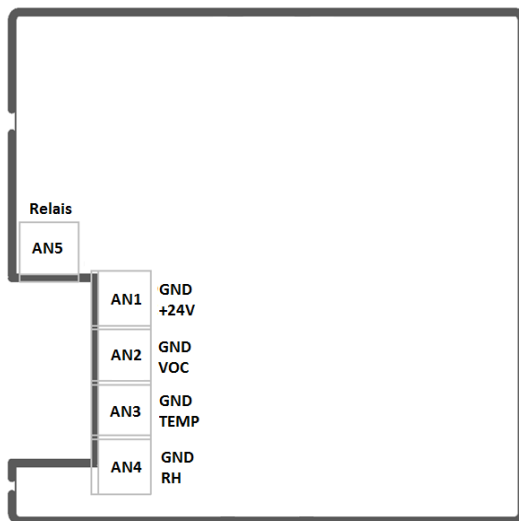

Abbildung 2 - Anschlussbelegung
8. Schließen Sie mit einem kleinen Kreuzschlitzschraubenzieher die Spannungsversorgung, evtl. Relaisausgang und die Spannungsausgänge bzw. Spannungsausgang, an. Siehe Anschlussbelegung, Abbildung 2. Die Anschlussleitungen können direkt unterhalb der Klemmverschraubungen aus dem Gehäuse geführt werden.
Vermeiden Sie statische Aufladungen und das Berühren der elektrischen Kontakte. Durch elektrostatische Entladungen kann das Gerät oder der Fühler beschädigt werden! Stellen Sie sicher, dass keine elektrische Spannung auf den Leitungen angelegt ist. Schließen Sie die Spannungsversorgung (14...27 V DC) an der Schraubklemme AN1 an. Siehe Anschlussbelegung, Abbildung 2.